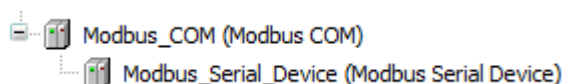

Рис. 11.10. Компоненты slave-устройства **Modbus RTU**
4. Проверьте настройки компонента **Modbus COM** (см. рис. 11.10)
5. Проверьте настройки компонента **Modbus Serial Device** (см. рис. 11.10)